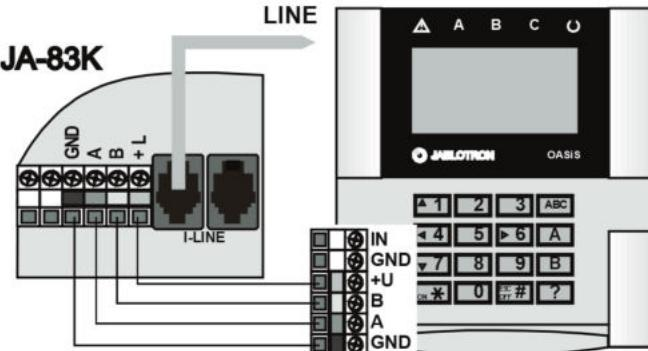

Abb. 1 Verbindung der Tastatur mit der Zentrale
- Bei der Anbringung der Tastatur an die gewünschte Stelle jeweils einen Kabel mit verdrillten Paaren verwenden (+U GND und A B, Länge max. 100m). Es werden die gleichen Busklemmen gegenseitig (GND, A, B, +U) in der Zentrale und in der Tastatur verbunden (Abb. 1).